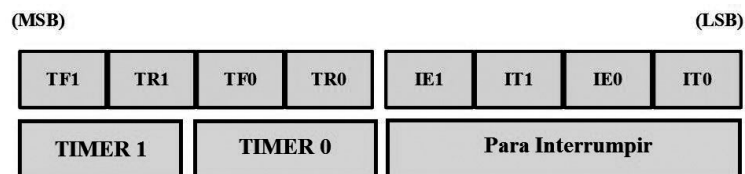

Figura 11.8: Registro TCON 2
- \* TF (Bandera o señalizador del timer)(Figura 11.8)